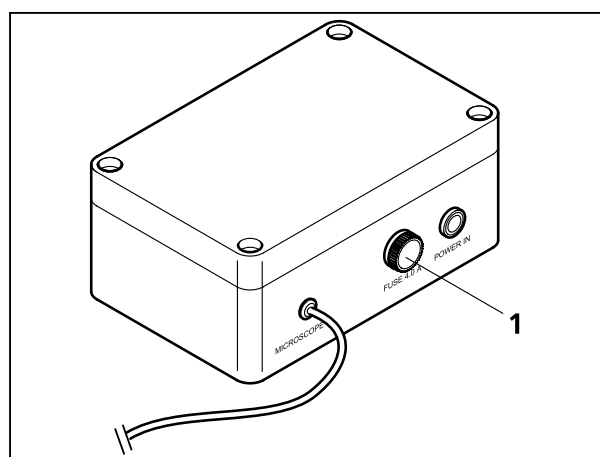

Fig. 15 Boîtier de batterie, dos
- Dévissez le porte-fusible (Fig. 15/1) pour le sortir de la batterie et remplacez le fusible défectueux T4,0 A/H.